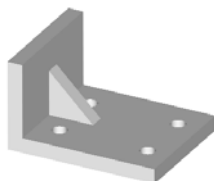

图 17.11.15 实体模型的着色处理
(1) 选择下拉菜单 **视图(V)** → **消隐(H)** 命令进行消隐处理。
(2) 选择下拉菜单 **视图(V)** → **视觉样式(S)** → **真实(R)** 命令进行着色处理。着色后,如果颜色很深,双击三维模型,在系统弹出的“特性”窗口中的“颜色”下拉列表中,将对象的颜色改为较浅的颜色,如图 17.11.15 所示。